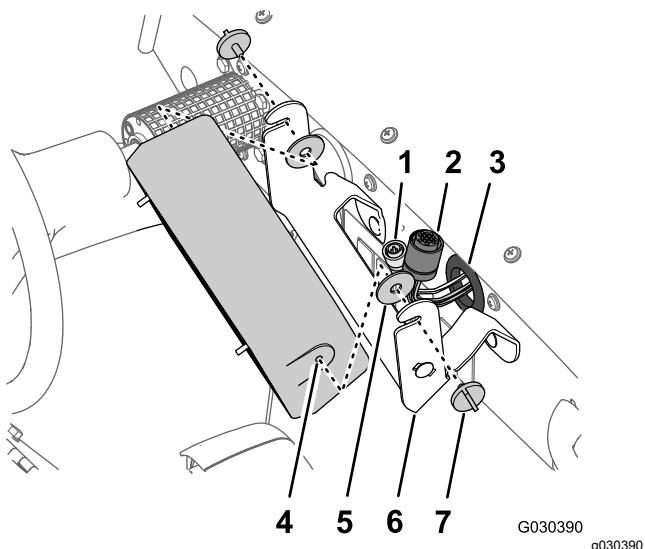

**Bild 5**
1. Trennen Sie vorne an der Pro Control-Konsole den 3-Stift-Stecker des Maschinenkabelbaums vom 3-Buchsen-Stecker der Steuerkonsole ab (**Bild 5**).
2. Ziehen Sie den 16-Buchsen-Stecker vom 16-Stift-Stecker an der Steuerkonsole ab (**Bild 5**).